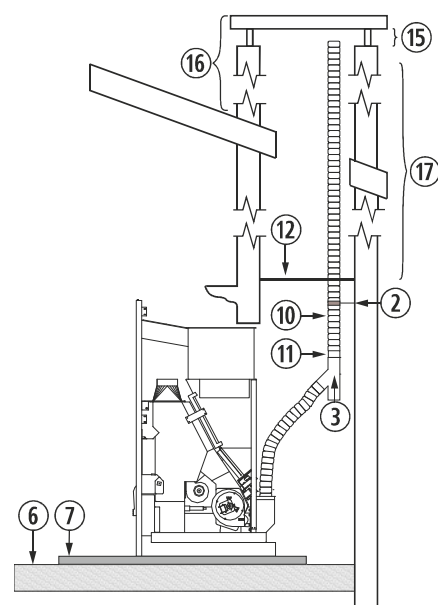

Figura 9
4.30. La instalación de un encastrable en una chimenea de obra se puede realizar en toda su totalidad en tubo flexible, tal y como indica la *figura 9*. Debemos tener especial cuidado a la hora de realizar el aislamiento entre la chimenea y el tubo de la salida de gases para evitar posibles retrocesos de gases en caso de tormenta.
②	Abrazadera de sujeción de acero inoxidable.
③	Te de 135° con registro.
⑥	Suelo de madera.
⑦	Protector del suelo no combustible.
⑩	Tubo flexible de acero inoxidable.
⑪	Manguito unión rígido a flexible.
⑫	Aislante anti retroceso.
⑮	Mínimo 200mm.
⑯	Debe sobrepasar 1 metro el tejado.
⑰	Mayor a 4m aumentaremos una medida.